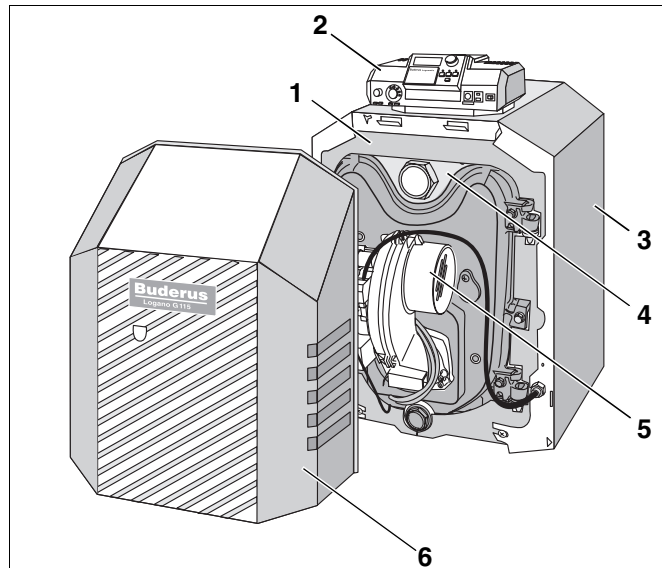
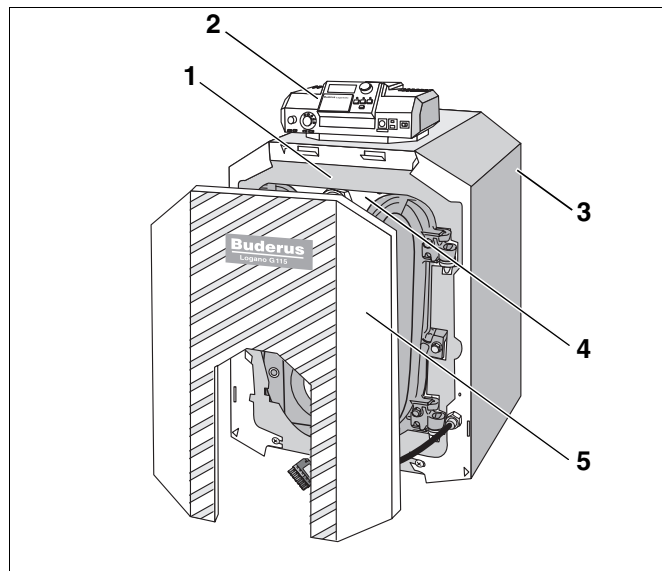

Abb. 1 Öl-/Gas-Spezialheizkessel Logano G115 mit Brenner Logatop
Abb. 2 Öl-/Gas-Spezialheizkessel Logano G115
Der Öl-/Gas-Spezialheizkessel Logano G115 (Abb. 1) ist werkseitig mit einem Brenner Logatop (Abb. 1, **Pos. 5**) ausgestattet.
Den Öl-/Gas-Spezialheizkessel Logano G115 (Abb. 2) bestückt der Fachhandwerker mit einem zum Heizkessel passenden Brenner.
Die Hauptbestandteile des Öl-/Gas-Spezialheizkessels Logano G115 mit Brenner Logatop (Abb. 1) und des Öl-/Gas-Spezialheizkessels Logano G115 (Abb. 2) sind:
- Kesselblock (Abb. 1 und Abb. 2, **Pos. 4**) und Brenner (Abb. 1, **Pos. 5**).
- Kesselmantel (Abb. 1 und Abb. 2, **Pos. 3**), Wärmeschutz (Abb. 1 und Abb. 2, **Pos. 1**) und Brennerhaube (Abb. 1, **Pos. 6**) bzw. Brennertürverkleidung (Abb. 2, **Pos. 5**).
- Regelgerät (Abb. 1 und Abb. 2, **Pos. 2**).